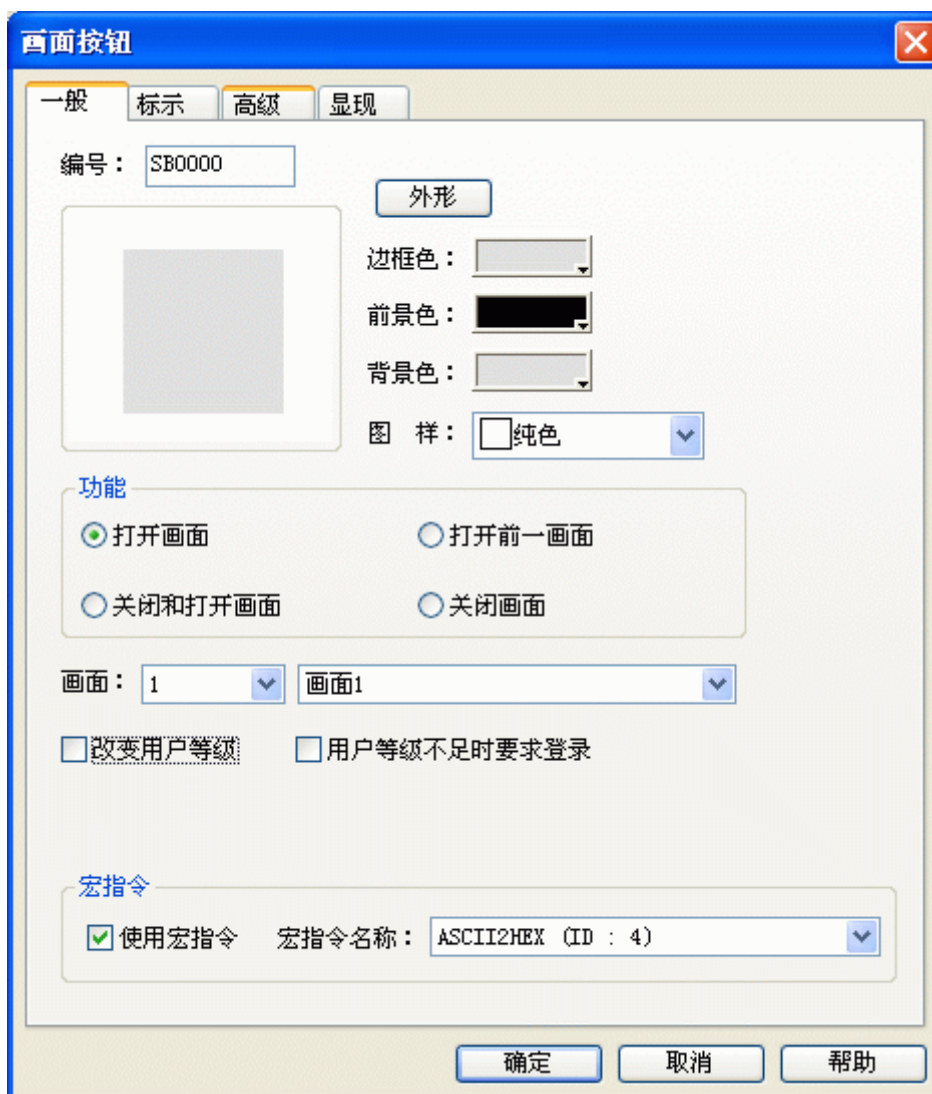

图 4-61 画面按钮对话框
- 点击工具栏上的画面按钮图标,即可弹出如图 4-61 所示的对话框: